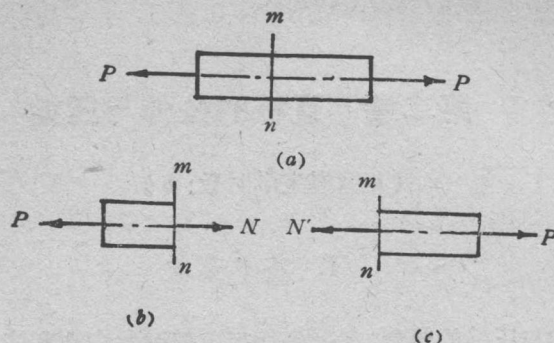

图 2-1 用截面法求拉伸(压缩)时的内力
- (1) 在要求内力的截面处, 假想地将杆件截成两段, 如图 2-1 所示。
- (2) 取任意一段(如左段)为研究对象, 而把另一段对这一段的作用以内力代替, 在截面上画出, 使其与作用在该段上的外力相平衡, 如图 2-1(b)。
- (3) 用平衡方程求解内力, 即